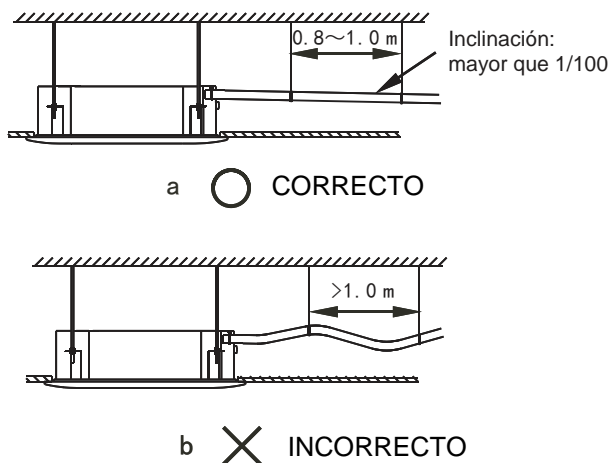

Fig.6-1
5) Al conectar la tubería no tire de ella porque tirará de la unidad principal al mismo tiempo. Para esto, ajuste los puntos de orientación cada 0,8 a 1 m para evitar que la tubería se doble (vea la Fig. 6-1 b).